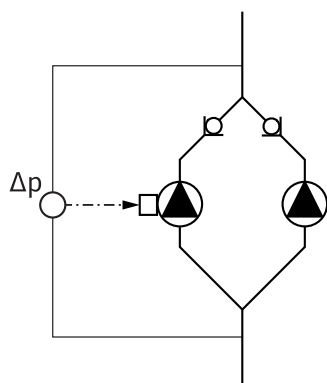

Fig. 13: Piemērs, spiediena starpības sensora pieslēgums
- Fig. 13 piemērā galvenais sūknis plūsmas virzienā ir kreisās puses sūknis. Pie šī sūkņa jāpieslēdz spiediena starpības sensors.
Galvenā sūkņa spiediena starpības sensora mērīšanas punktiem jāatrodas divu sūkņu iekārtas sūkšanas un spiediena puses caurulēs (Fig. 13).